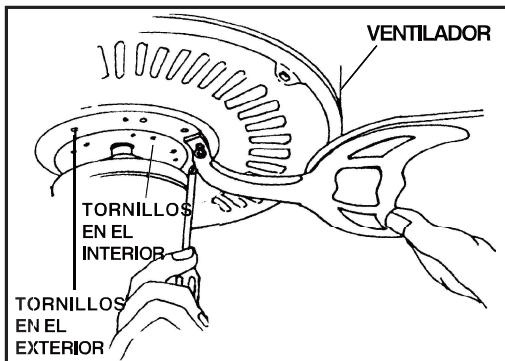

FIG. 16
Paso 2. Quite los topes de goma y desechelos. Instale la union de las aspas al motor asegurandolas con los tornillos y rondanas incluidas. (Fig. 16 & 16a)
Nota: Usted tiene la opción de instalar cinco (5) o cuatro (4) aspas. Si está usando cuatro aspas, Monte la abrazadera de la aspa en los agujeros para tornillos en el interior del motor. Si está usando cinco aspas, Monte la abrazadera de la aspa en los agujeros para tornillos en la parte exterior del motor. (Fig.16 & 16a)